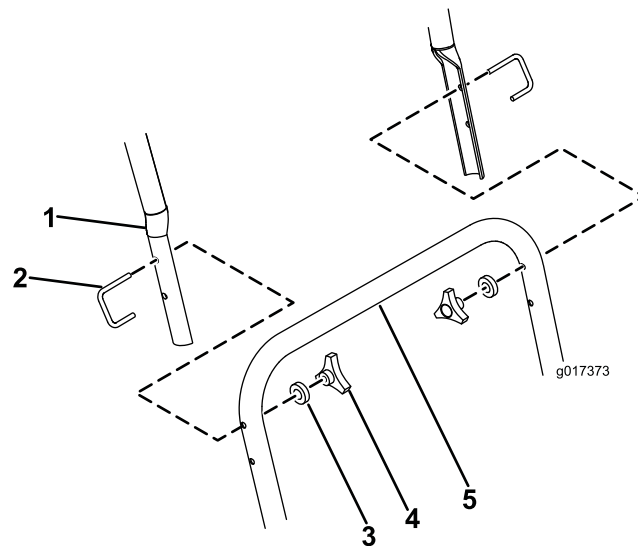

Figura 4
5. Conecte el manillar superior al manillar inferior con un perno en U, una arandela M6 y un pomo (Figura 4).